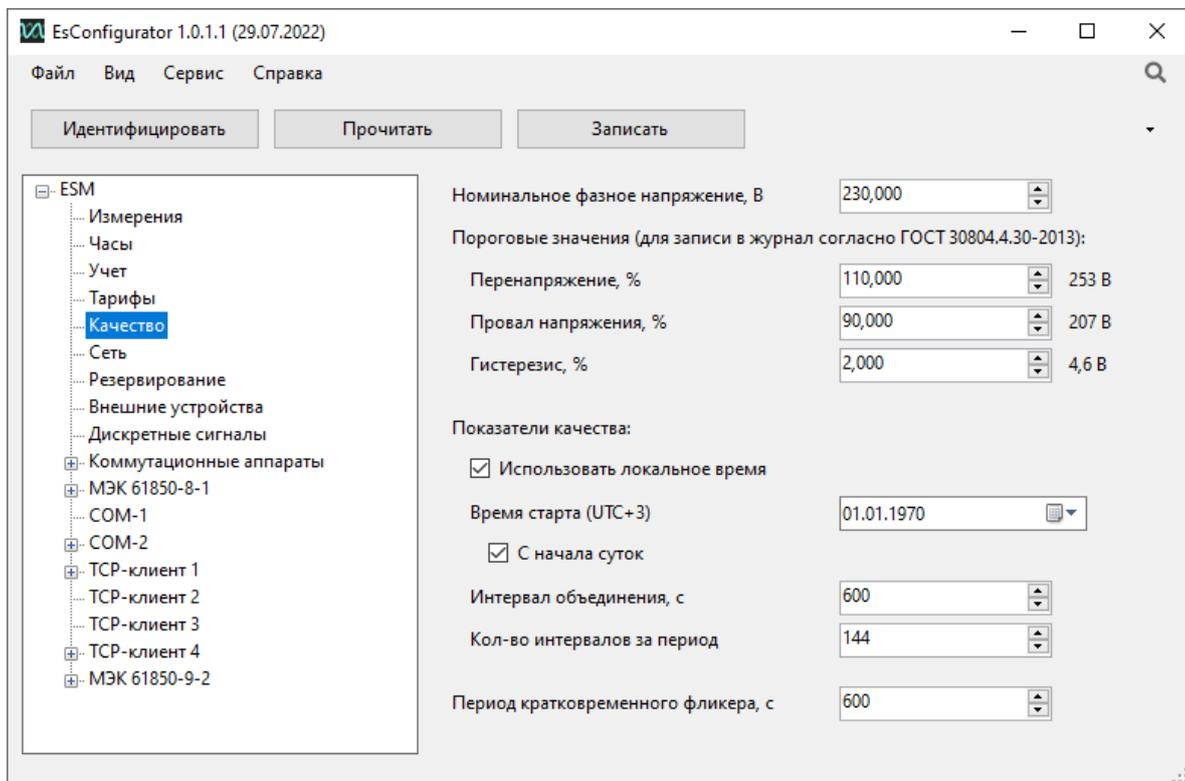

Рисунок 7.7. Вкладка настроек «Качество» прибора ESM в ПО «ES Конфигуратор»
7.7.1 На вкладке «Качество» представлены настройки показателей качества электроэнергии (рис. 7.7)